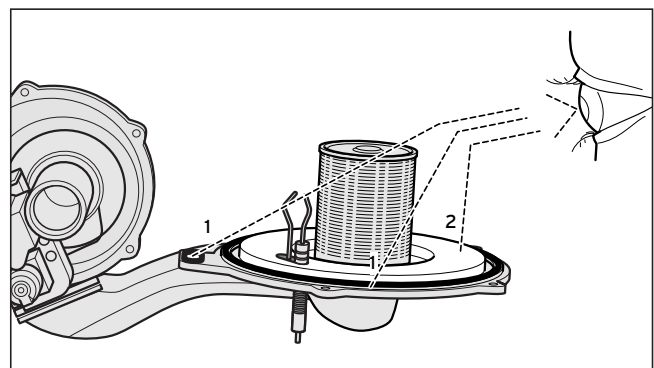

Fig. 8.5 Controllare le guarnizioni e l'isolamento della flangia del bruciatore
Le due guarnizioni al (1) sul modulo termico compatto (fig. 8.5) devono essere sostituite in occasione di ciascuna manutenzione. L'isolamento della flangia del bruciatore (2) sul modulo termico compatto (fig. 8.5) non deve presentare alcun danno; altrimenti va sostituito anch'esso.